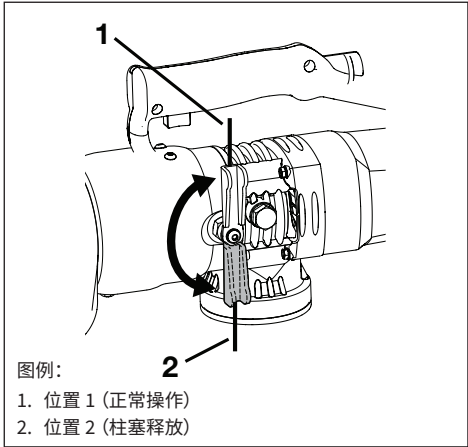

图 8, 柱塞释放杆
使用切断机之前，应检查柱塞释放杆是否已经顺时针完全转动至位置 1。参见图 8。这将确保压下扳机式开关时柱塞和移动刀片能够向前动作。
4. 确保柱塞释放杆已经顺时针完全拧到位置 1。参见图 8。
10. 切割完成后，释放扳机开关，然后逆时针移动活塞分离杆至 2 位置。参见图 8。